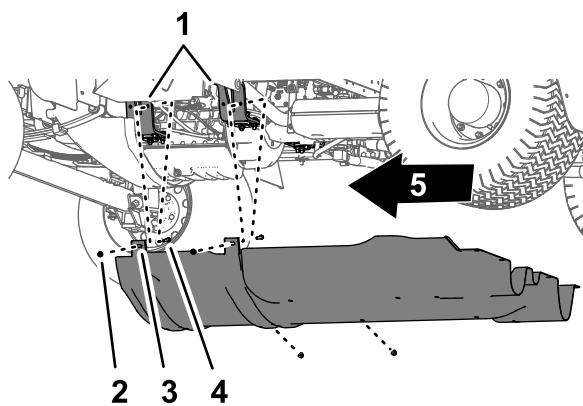

Figura 65
2. Retire los 4 pernos con arandela prensada (5/16") de los pernos y del perno de cuello cuadrado que sujetan las pestañas de montaje del protector de bajos a los soportes de montaje del motor de la máquina (Figura 65).
4. Retire el protector de bajos de la máquina (Figura 64 y Figura 65).
1. Alinee el protector de bajos con el chasis de la máquina; consulte Figura 65, en Retirada del protector de bajos \(página 55\).
2. Coloque las pestañas de montaje del protector de bajos sobre los pernos de los soportes de montaje del motor; consulte Figura 65, en Retirada del protector de bajos \(página 55\).
3. Monte la cubierta del chasis en los soportes de montaje del motor y los pernos (Figura 65) con las 4 contratuercas prensadas (5/16") que retiró en el paso 2 de Retirada del protector de bajos \(página 55\).